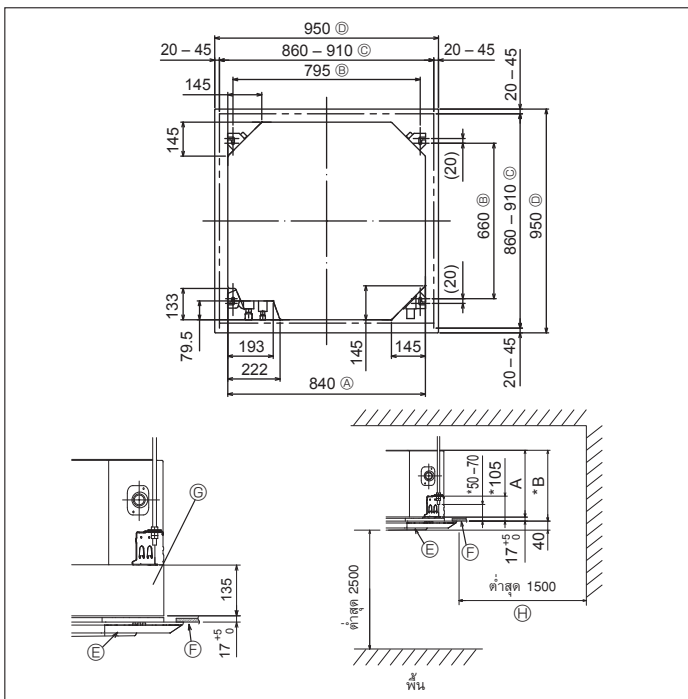

Fig. 3-2
### 3.2. การเจาะช่องและสถานที่สำหรับติดตั้งเครื่อง (Fig. 3-2)
- \* ความกว้างของช่องเปิดของเพดานนั้นต้องให้อยู่ในเกณฑ์บังคับ ซึ่งแสดงอยู่ใน Fig. 3-2 โดยให้จุดกึ่งกลางของตัวเครื่องตรงกับช่องเปิดของเพดาน และควรแน่ใจว่าช่องว่างสำหรับฝังตรงข้ามของทุกด้านนั้นห่างเท่ากัน